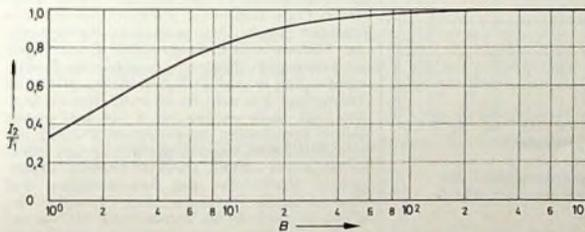

Bild 3. Verhältnis von Ausgangsstrom I_2 zum Eingangsstrom I_1 bei der Schaltung nach Bild 1 in Abhängigkeit von der Stromverstärkung B
Dieser Zusammenhang ist im Bild 3 als Funktion der Stromverstärkung B grafisch dargestellt. Auch die relative Abweichung von I_2 , bezogen auf I_1 , läßt sich aus Gl. (5) und Gl. (5a) einfach bestimmen